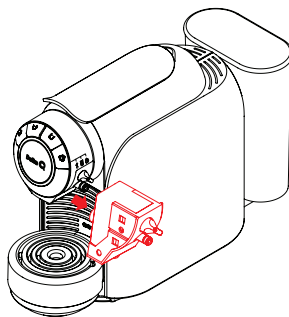

Fig. 32: Desencaixar o sistema de leite.
- De seguida, desencaixe o Sistema de leite puxando pelo conector para fora (ver **Fig. 32**).